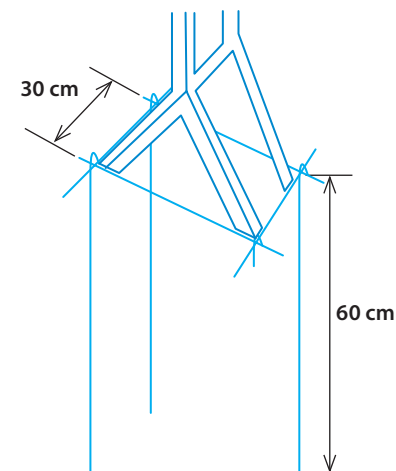

Fig. 26. Cuadro de varilla de 3/8" para base de concreto de Bomba Manual.
6. Arme un cuadro con las varilla de 3/8" y átelos a la parte inferior de las patas de la base metálica de la bomba. Ver.Fig.26.